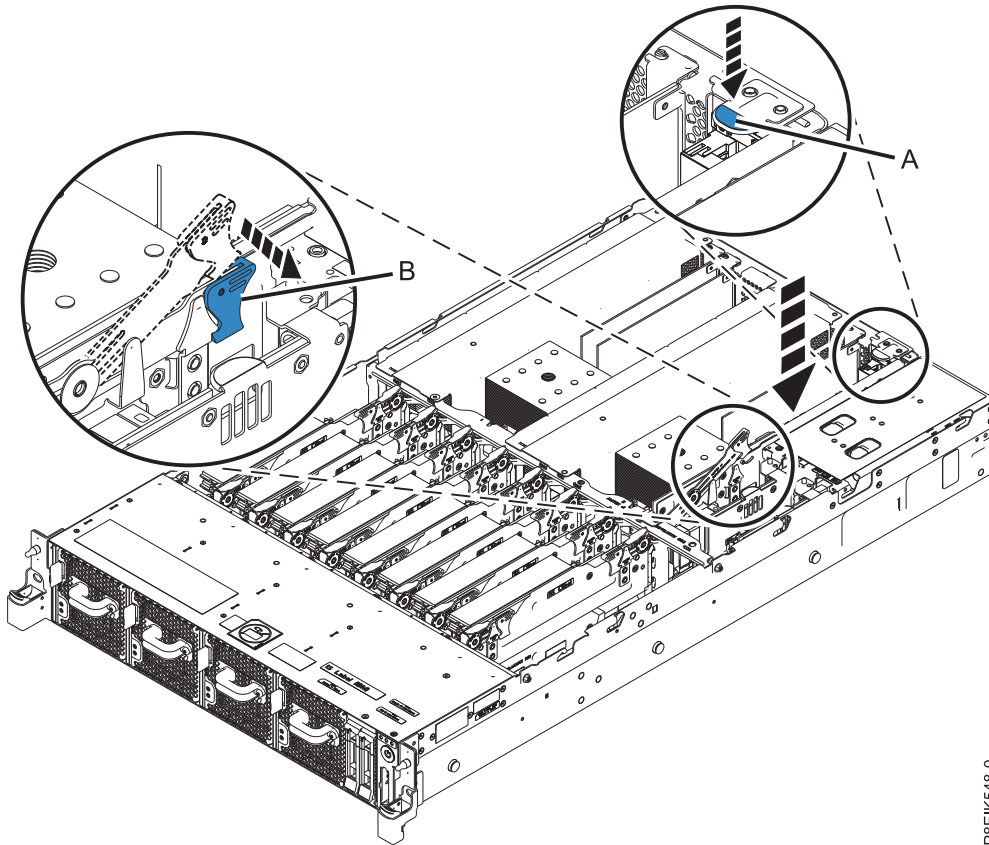

Figura 114. Sustitución de la tarjeta BMC
4. Utilizando la pestaña azul (**A**) y el pestillo de liberación (**B**) como se muestra en la Figura 114 en la página 98, presione la tarjeta BMC con firmeza en el conector. Presione el pestillo de liberación (**B**) a la posición de cerrado.